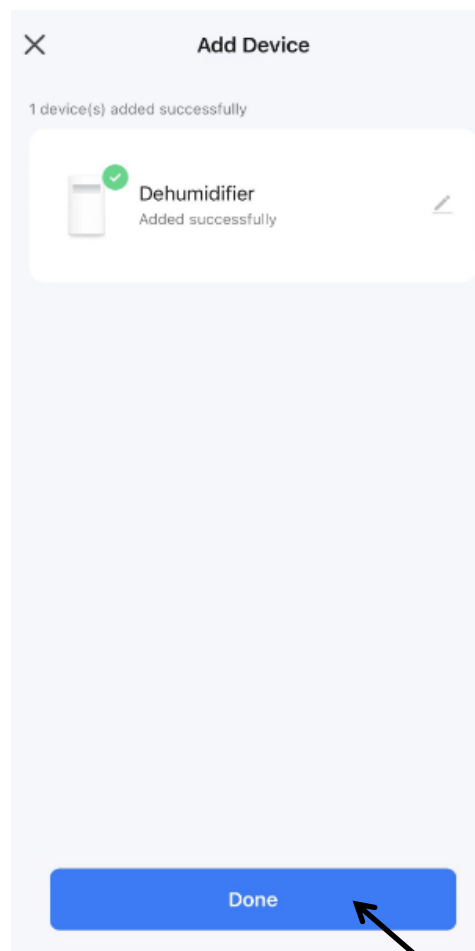

Fig. 4
- 3) Attendere che appaia la schermata illustrata in Fig. 4, quindi premere "Done".